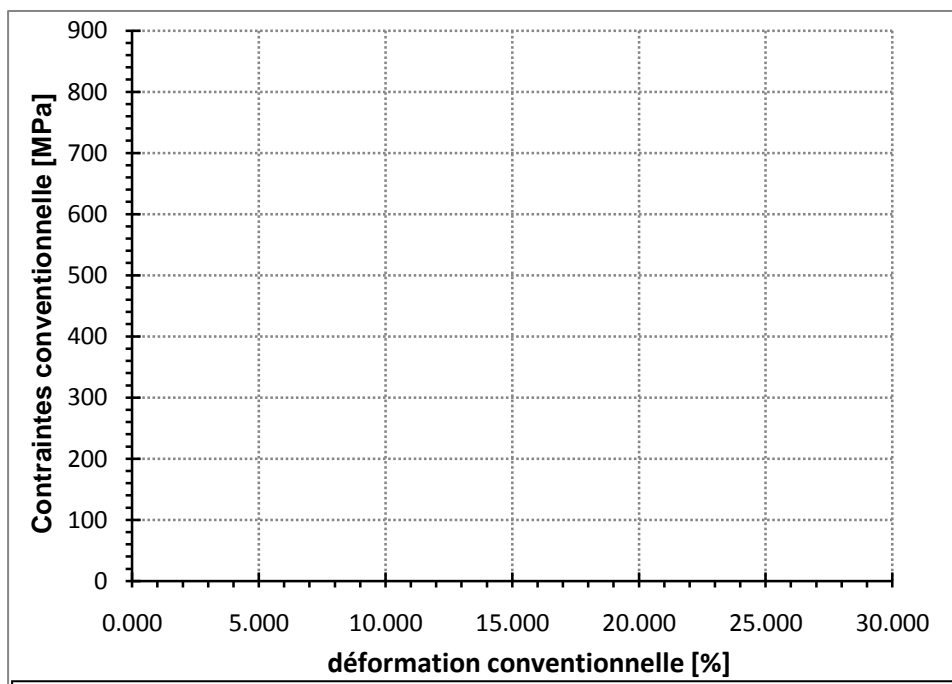

Figure 1 : Courbe conventionnelle de traction d'un acier Dual-phases DP600
2. Tracer la courbe conventionnelle sur la **figure 1** ci-dessous décrivant l'évolution des contraintes en fonction des déformations.
3. Déduire et illustrer graphiquement sur la courbe de la **figure 1** les caractéristiques mécaniques suivantes tout en précisant, notamment, leurs unités: